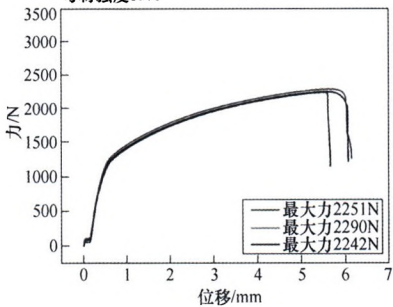
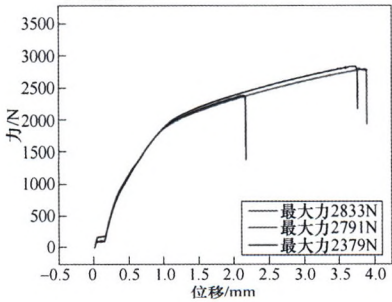
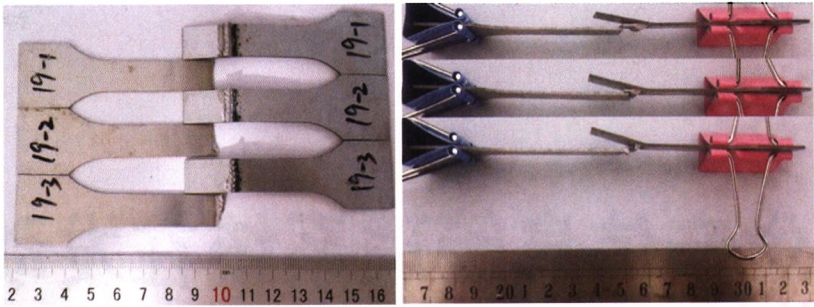
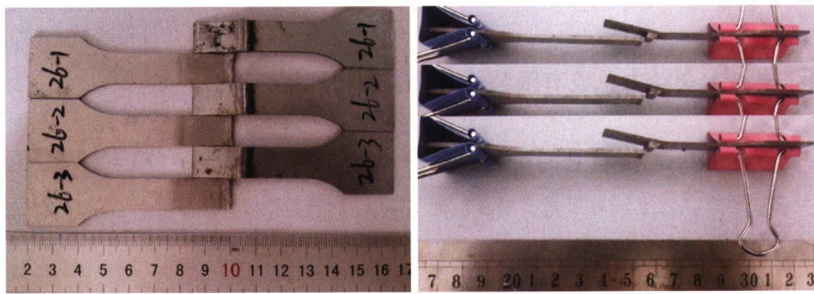

图14 Novelist AC 170 PX铝合金板/ST06Z 镀锌钢MIG搭接焊拉伸断裂曲线
图15 Aleris Superlite 200 ST铝合金板/ ST06Z镀锌钢MIG搭接焊拉伸断裂曲线
图16 Novelist AC 170 PX铝合金板/ST06Z镀锌钢MIG搭接焊接头拉伸断裂照片（焊接参数：ER4043焊丝，焊接电流55A，焊速70cm/min，送丝速度2.5m/min）
图17 Aleris Superlite 200 ST铝合金板/ST06Z镀锌钢MIG搭接焊接头拉伸断裂照片（焊接参数：ER4043焊丝，焊接电流75A，焊速70cm/min，送丝速度4.2m/min）
(2) 拉伸性能。完成1mm厚Novelist AC 170 PX铝合金板/1.2mm厚镀锌钢板、1.5mm厚Aleris Superlite 200 ST 铝合金板/1.2mm厚镀锌钢板MIG搭接焊后，从每个焊接接头中垂直于焊缝切取3个试样进行室温拉伸测试，所得典型拉伸曲线分别如图14和图15所示，典型拉伸断裂照片如图16和图17所示，焊接工艺参数及对应的拉伸试验结果见表5。（待续）